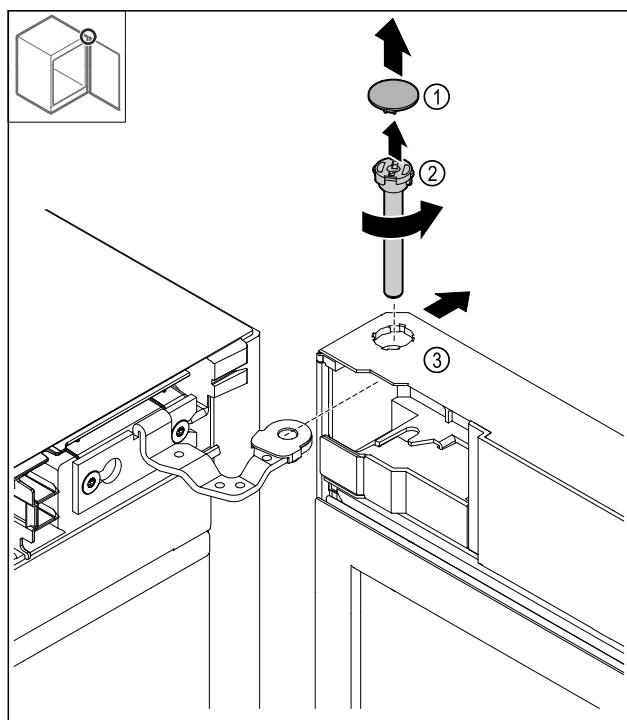

Fig. 18
- Afdekking Fig. 18 (1) wegnemen.
- Bouten Fig. 18 (2) linksom losdraaien en er uit trekken.
- Deur Fig. 18 (3) iets kantelen.